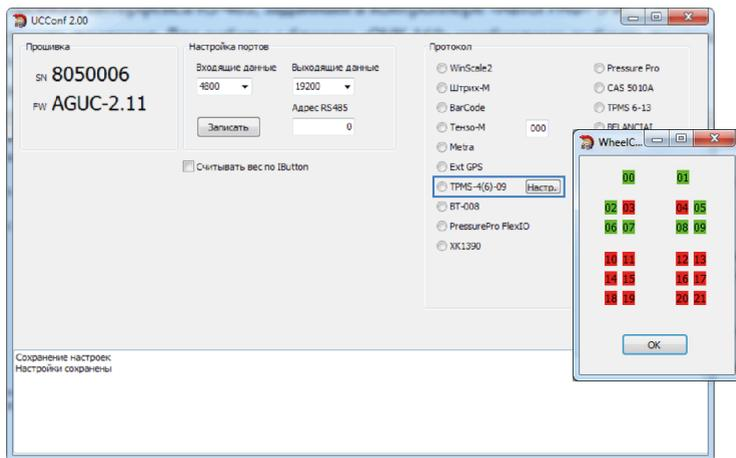

Рис.2. Настройка протокола TPMS-4(6)-09.
- Если к адаптеру интерфейсов подключается система TPMS-6-09, то в программе «UCConf» необходимо выбрать протокол «TPMS-4(6)-09» (Рис.2).
- для системы TPMS-6-09 доступен также выбор подключенных беспроводных датчиков давления и их расположения. Для того чтобы выбрать колеса, на которых установлены датчики давления, подключаемые к системе TPMS-6-09, необходимо нажать кнопку «Настр.» напротив настройки протокола «TPMS-4(6)-09» (Рис.2). Откроется окно, в котором показана схема расположения колес автомобиля. Далее на этой схеме нужно выбрать нажатием левой кнопки мыши те колеса, на которых установлены датчики давления. Колеса на схеме расположены по порядку, начиная с колеса 00, т.е. если ТС оснащено меньшим количеством колес, то на схеме нужно выбрать первые колеса. Выбранные колеса выделяются зеленым цветом. Колеса без датчиков давления выделяются красным цветом.